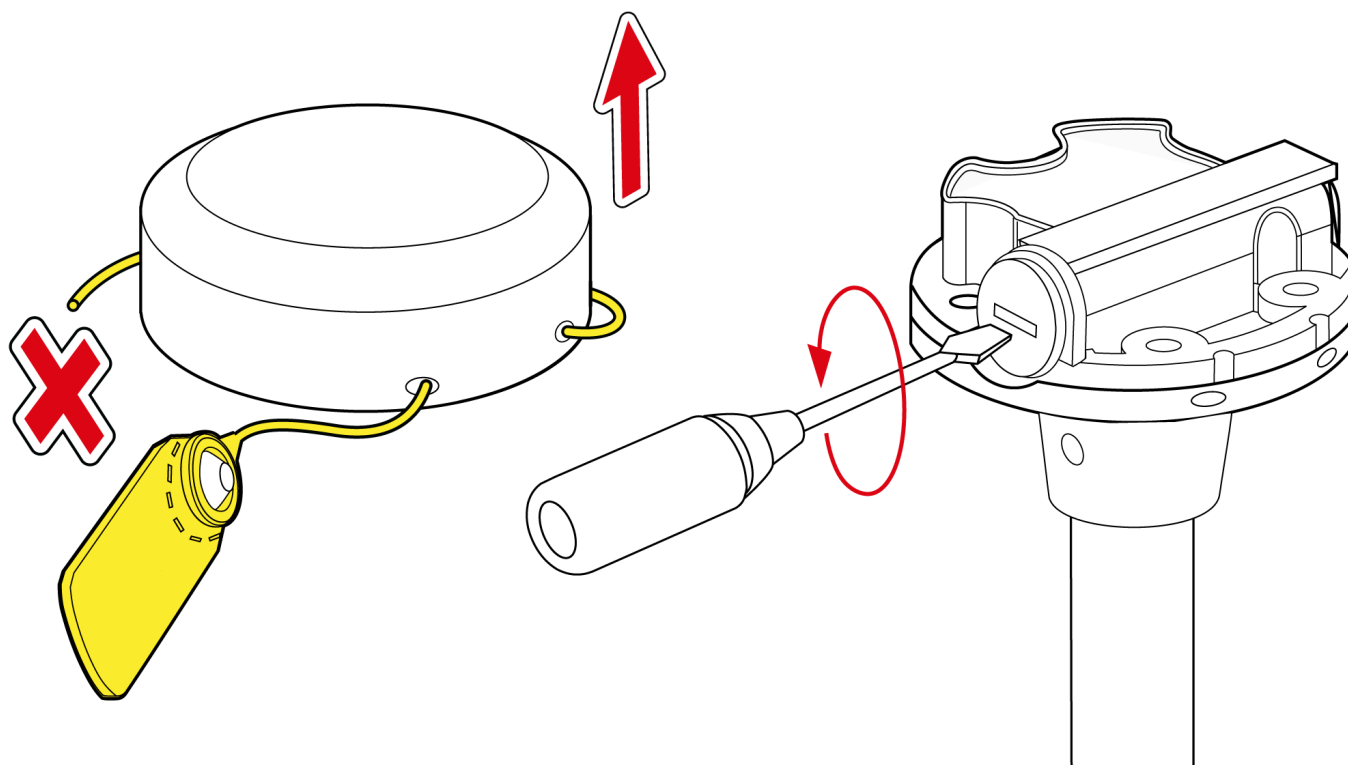

Рис.30. Подготовка к замене батареи
1. Удалить пластиковую пломбу ФАСТ-330 и снять защитную крышку с корпуса устройства (**Рис.30**).
2. Отверткой с шириной шлица 6 мм открутить резьбовую заглушку из корпуса устройства и аккуратно извлечь батарею. Чтобы облегчить извлечение, следует слегка наклонить резьбовую заглушку и таким образом зацепить батарею (**Рис.30**).